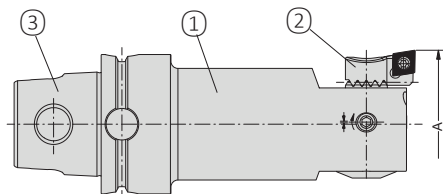

Рис. 1
- Со стороны станка у инструмента для прецизионного растачивания - соединение KM..TS (3) (рис. 1).